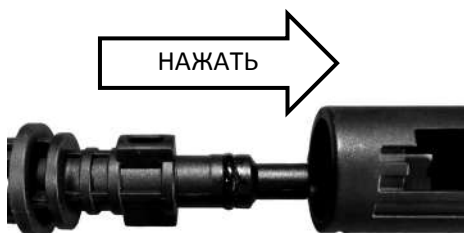

Рис. 5 Подсоединение струйной трубки к пистолету HP6140
**HP6140** — соедините выступы на трубке с пазами в пистолете, нажмите на трубку и поверните ее по часовой стрелке до плотной фиксации трубки в пистолете (Рис. 5).